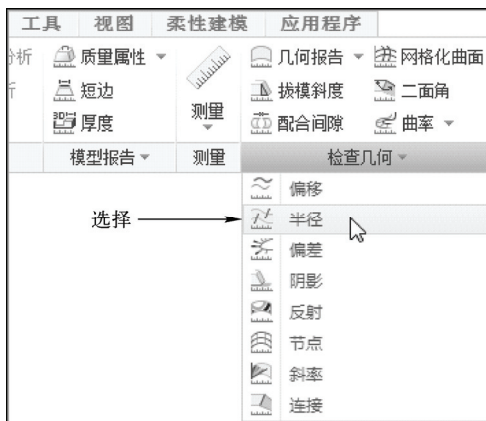

图 12-64 选择“半径”选项
STEP 02 在功能区选项板中切换至“分析”选项卡，单击“检查几何”面板中“检查几何”右侧的下拉按钮，在弹出的列表框中选择“半径”选项，如图 12-64 所示。